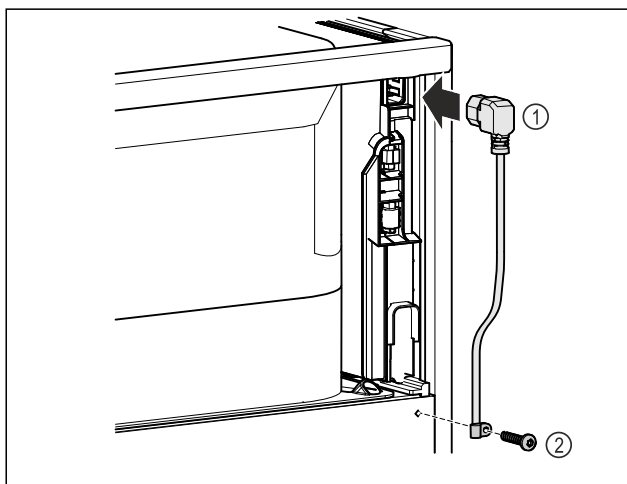

Fig. 7
- ▶ Inserire la presa del frigorifero del cavo di alimentazione Fig. 7 (1) sul retro dell'apparecchiatura.
- ▶ Montare il serracavo. Fig. 7 (2)